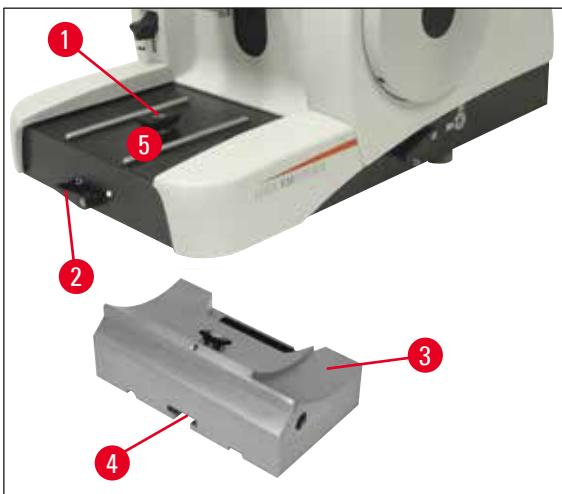

图 12
- 松开切片机底座前端的锁杆，并将带刀架的刀架底座滑动到样品前面几乎挨着的位置。有关其它信息，请参见（→ 第 22 页 – 图 12）或（→ 第 39 页 – 图 30）。